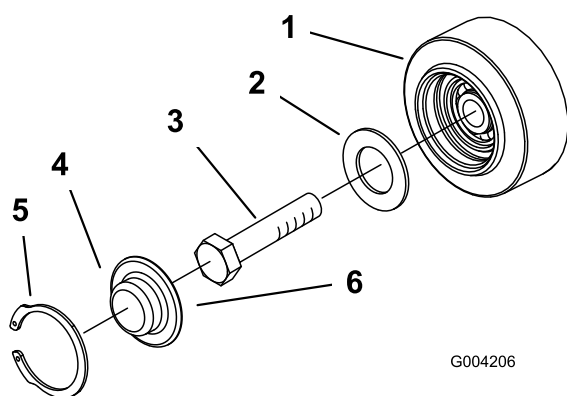

Figura 56
3. Retire la anilla a presión y el tapón de una de las ruedas de rodaje (Figura 56).
4. Compruebe la grasa que hay debajo del tapón y alrededor de la junta (Figura 56). Si está sucia, tiene arenilla o queda poca grasa, elimine toda la grasa, cambie la junta, y añada grasa nueva.